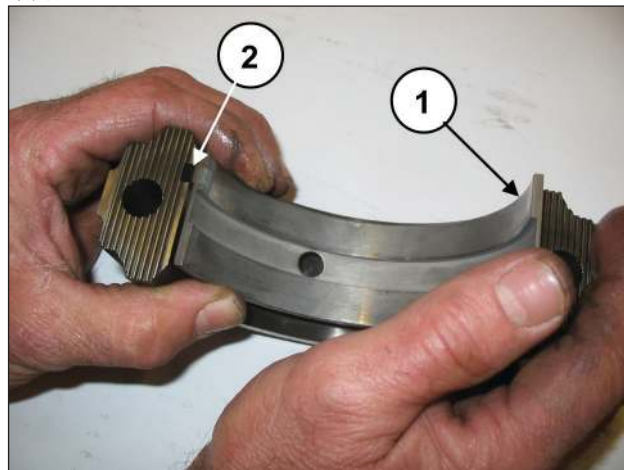

图59
将下半轴承安装到连杆帽上（①, 图59），确保半轴承的基准平键定位在连杆帽的专用底座中（②, 图59）。